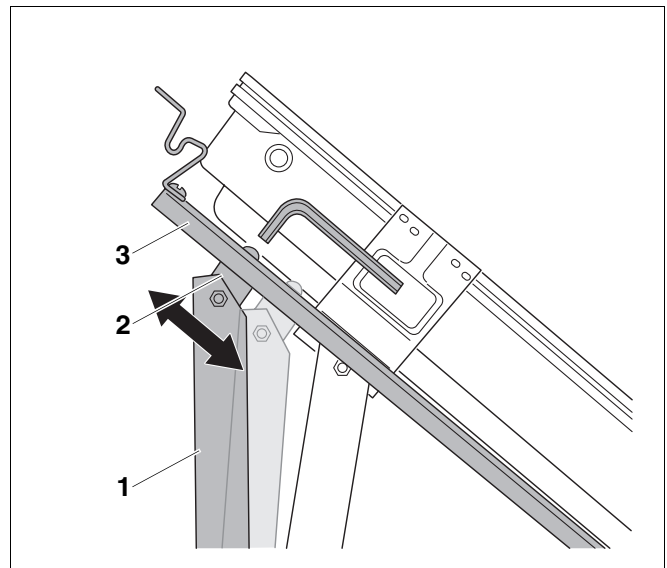

Abb. 3 Neigungswinkel anpassen
- Demontieren Sie die Stütze (Abb. 3, **Pos. 1**) mit dem Gelenkkopf (Abb. 3, **Pos. 2**) mittels der Linsenkopfschrauben von der Kollektorabstützung.
- Setzen Sie die Stütze (Abb. 3, **Pos. 1**) in die entsprechende neu ermittelte Langlochposition, so dass die Profilschiene (Abb. 3, **Pos. 3**) plan und parallel zur Unterseite des Kollektors anliegt.
- Verschrauben Sie die Stütze (Abb. 3, **Pos. 1**) mit einer Linsenkopfschraube.